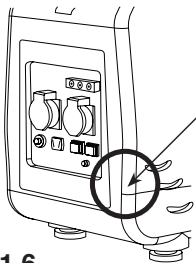

Fig. 1.6
- Tenez un renfort d'angle sur un coin le plus proche du panneau électrique, légèrement sous les prises électriques (Fig. 1.6) avec les goupilles de l'œillet vers le haut et vers le bas.